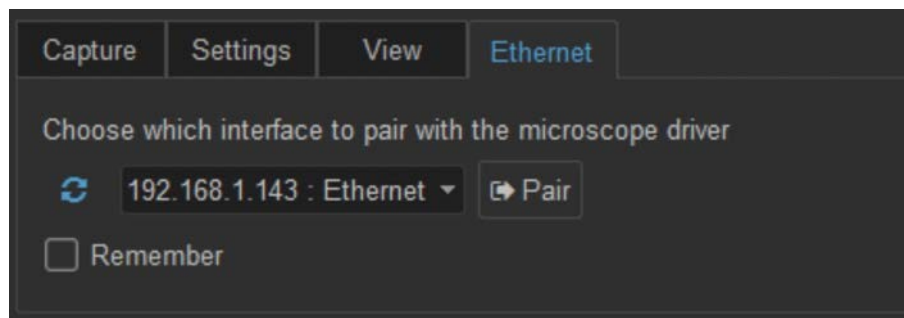

Figure 3.11 : Configuration de l'adresse IP
4. Choisissez l'interface réseau appropriée dans la liste de la boîte de dialogue *Paramètres Ethernet* (Fig. 3.11), puis cliquez sur *Jumeler et mémoriser* pour configurer le contrôleur du microscope.